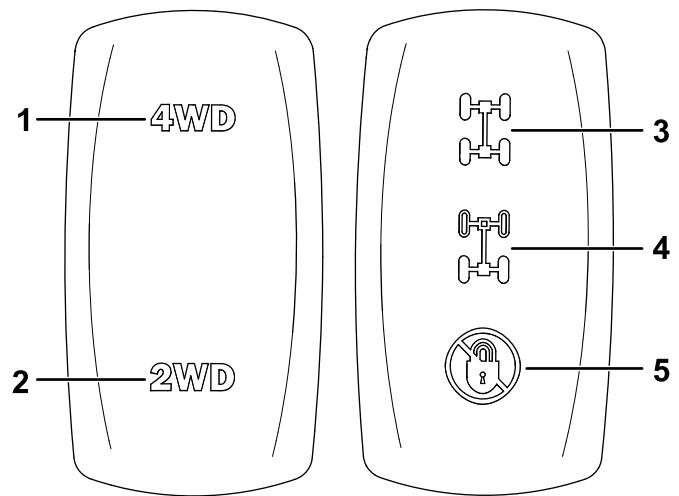

Figura 86
2. Presione el interruptor de tracción a 2 ruedas/tracción a 4 ruedas (Figura 86) hacia arriba para activar la tracción a 4 ruedas.
Sin pisar el pedal del acelerador, desactive la tracción a 4 ruedas presionando el interruptor de tracción a 2 ruedas/4 ruedas hacia abajo (Figura 86).
2. Presione el interruptor de bloqueo de los diferenciales hasta la posición intermedia para activar el bloqueo del diferencial trasero (Figura 86).
de los diferenciales delantero y trasero (Figura 86).
Sin pisar el pedal del acelerador, desactive el bloqueo de los diferenciales presionando hacia abajo el interruptor de bloqueo de los diferenciales (Figura 86).